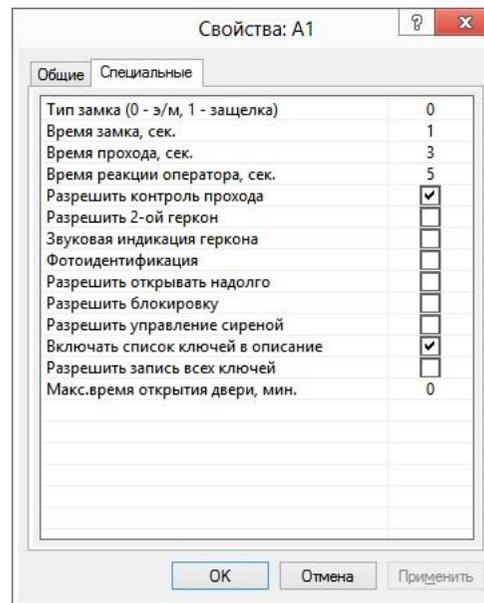

Рисунок 11
- В ПО Octagram Flex в окне **Свойства** контроллера на вкладке **Специальные** установить флажок **Разрешить контроль прохода** (Рисунок 11).